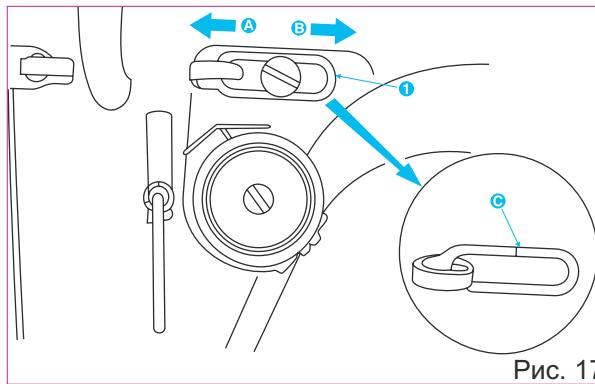

Рис. 17
1. При шитье тяжелых материалов переместите нитенаправитель (1) рис.17, влево в направлении, указанном стрелкой (A). Это увеличит длину нитки, подаваемой нитепритягивателем.
2. При шитье легких материалов переместите нитенаправитель (1) вправо в направлении, указанном стрелкой (B). Это уменьшит длину нитки, подаваемой нитепритягивателем.
3. При стандартной установке нитенаправитель (1) закреплен так, что его отметка (C) совпадает с центром установочного винта.